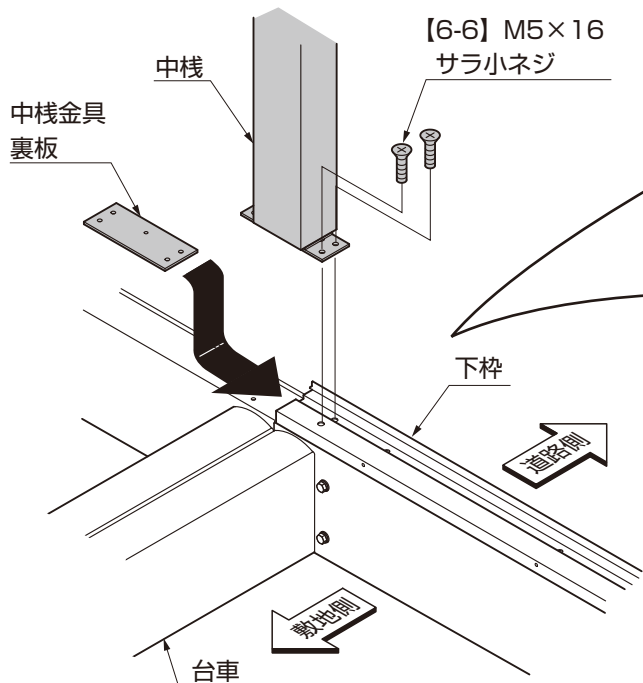

図4-1
- ① 台車に取付けた下枠に中棧金具裏板を挿入し、中棧を【6-6】で仮固定してください。（図4-1参照）